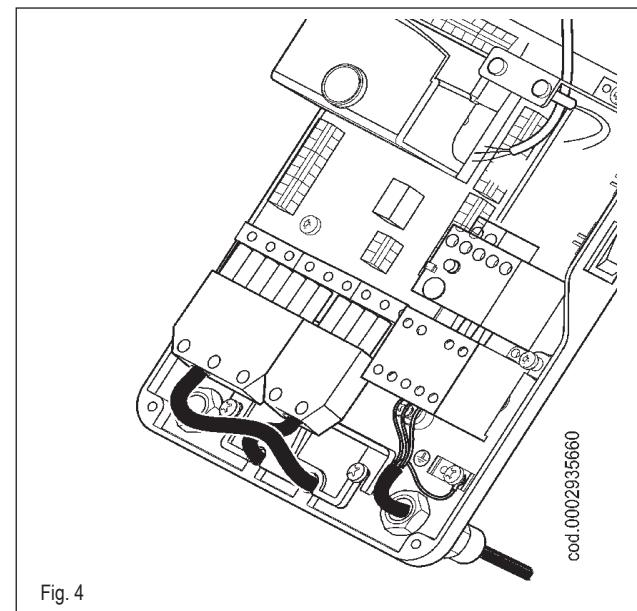

Fig. 4
- Ослабьте винты (2) для снятия зажимной пластинки проводов (3), проденьте через отверстия два разъёма 7-штырьковый и 4-штырьковый, как на рисунке 2. Если горелка трёхфазная, соедините питающие провода (4) к дистанционному выключателю, закрепите заземляющий провод (5) и затяните соответствующий хомут.
Поверните эксцентрик (6) так, чтобы пластинка должным образом надавила на два провода, после этого закрутите винты фиксации пластинки. Наконец, соедините два разъёма, 7-ми- и 4-штырьковый (смотрите рисунок 4).
- Avvitare le 4 viti (1) esercitando una coppia di serraggio adeguata ad assicurare la corretta tenuta, per richiedere il coperchio del quadro elettrico.